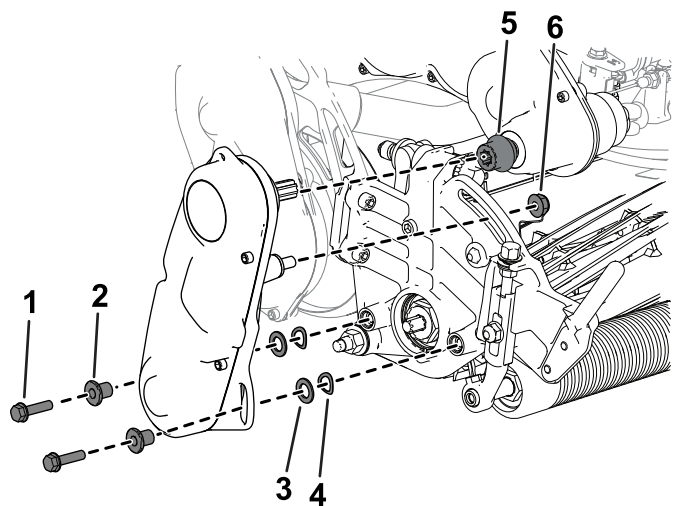

Figure 44
3. Déposez l'entraînement du cylindre de l'unité de coupe (Figure 44) et conservez les fixations.